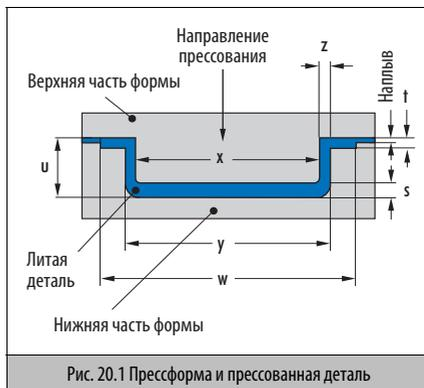

Рис. 20.1 Прессформа и прессованная деталь
- F: Отклонения от размеров, связанные с литейной формой. Размеры, на которые не влияют такие изменения формы, как облой и боковое смещение между частями формы (верхняя и нижняя части, литейный стержень). Сммотри размеры w, x и u на → Рис. 20.1.
- C: Отклонение от размеров, связанное с закрытием литейной формы. Размеры, которые могут изменяться за счет плотности наплывов и боковых смещений между различными частями оснастки. Сммотри размеры s, t, u и z → Рис. 20.1.